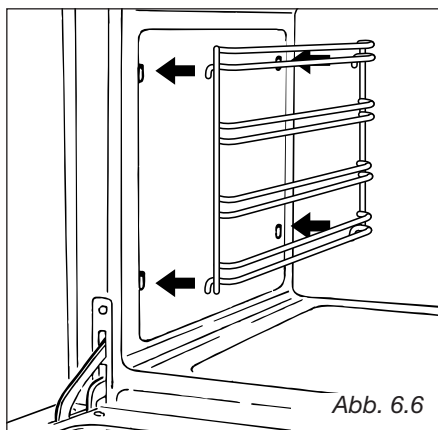

Abb. 6.6
- Hängen Sie die Seitenhalterungen in die Löcher der seitlichen Innenwände des Backofens ein (Abb. 6.6).